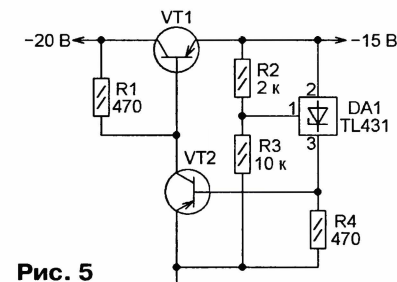
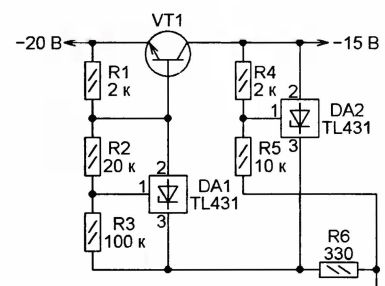

Рис. 5
Рис. 6
**Стабилизаторы напряжения с регулирующим транзистором в минусовом проводе** можно собрать по схемам, показанным на рис. 5 <[http://userdisk.webry.biglobe.ne.jp/000/024/65/N000/000/000/129837884155016310769\\_TL431\\_NegRegPnp.png](http://userdisk.webry.biglobe.ne.jp/000/024/65/N000/000/000/129837884155016310769_TL431_NegRegPnp.png)> (с транзистором структуры p-n-p) или рис. 6 <[http://userdisk.webry.biglobe.ne.jp/000/024/65/N000/000/000/129837908392216310744\\_TL431\\_NegRegNpn.png](http://userdisk.webry.biglobe.ne.jp/000/024/65/N000/000/000/129837908392216310744_TL431_NegRegNpn.png)> (с транзистором структуры n-p-n). Элементы сравнения выходного напряжения с образцовым в обоих случаях построены на микросхеме параллельно-
го стабилизатора напряжения TL431. Интересно, что автор этих схем Osamu Hoshuyama на пути к варианту, показанному на рис. 6, рассматривает аналогичные стабилизаторы, в которых узел сдвига уровня напряжения между "катодом" стабилизатора DA2 и базой транзистора VT1 построен не на интегральном стабилизаторе, а на стабилизаторе тока и резисторе или на группе светодиодов, работающих в режиме стабилитора.
Необходимого выходного напряжения добиваются подборкой резистора R3 (рис. 5) или R5 (рис. 6). Тип транзистора VT1 зависит от максимального тока нагрузки. Транзистор VT2 на рис. 5 — практически любой кремниевый мало-мощный структуры p-n-p.